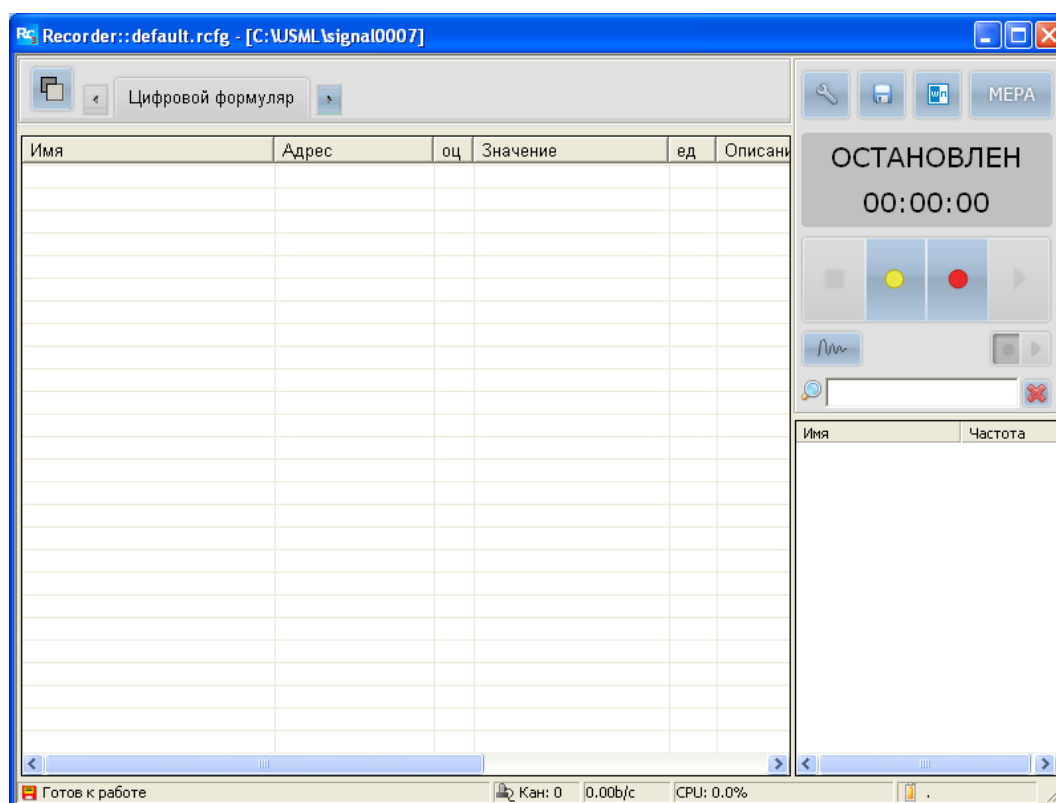
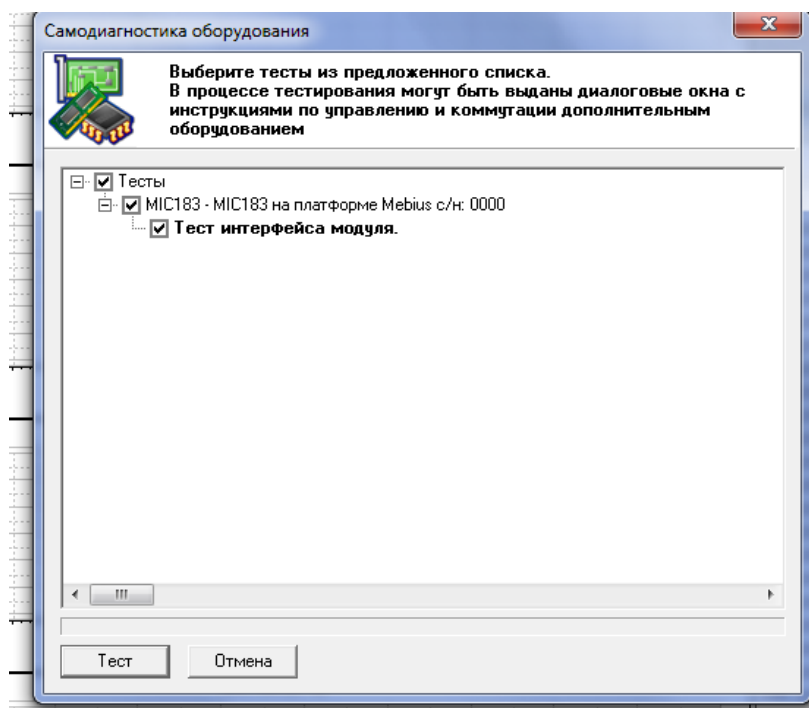

Рис. 7. Главное окно программы «Recorder»
Рис. 19. Окно выбора тестов самодиагностики
2.2.4.3 Запустить на выполнение программу «Recorder». На экран будет выведено главное окно программы, показанное на Рис. 7.
текущего файла конфигурации выводится в заголовке окна, например, example.rcfg, как показано на Рис. 7) следует на панели управления нажать кнопку -«Сохранение настроек под текущим именем». Для сохранения настроек в файле с новым именем следует в Главном окне нажать кнопку «МЕРА». Из открывшегося списка операций выбрать «Сохранить конфигурацию как...». В результате будет выведено стандартное окно операционной системы для сохранения файла.
2.3.2 Включить питание комплекса МІС-183. Включить питание управляющего устройства, загрузить операционную систему, после чего запустить на выполнение программу «Recorder». Настроить комплекс МІС-183, как описано в п. 2.2.4 или загрузить требуемый файл конфигурации, открыв меню «МЕРА» в главном окне (см. Рис. 7) и выбрав «Загрузить конфигурацию». В результате будет открыто стандартное окно операционной системы, в котором необходимо указать требуемый файл и нажать кнопку «Open». Подробные сведения по использованию файлов конфигурации приведено в руководстве пользователя программы «Recorder».
3.4.2 Подключить и настроить комплекс МІС-183 как описано в п.п. 2.2.3.2 2.2.3.3. В главном окне (См. Рис. 7) открыть меню «МЕРА» и выбрать -«Самотестирование». В результате будет выведено окно со списком оборудования и тестов, пример которого показан на Рис. 19. Окно выбора тестов самодиагностики».